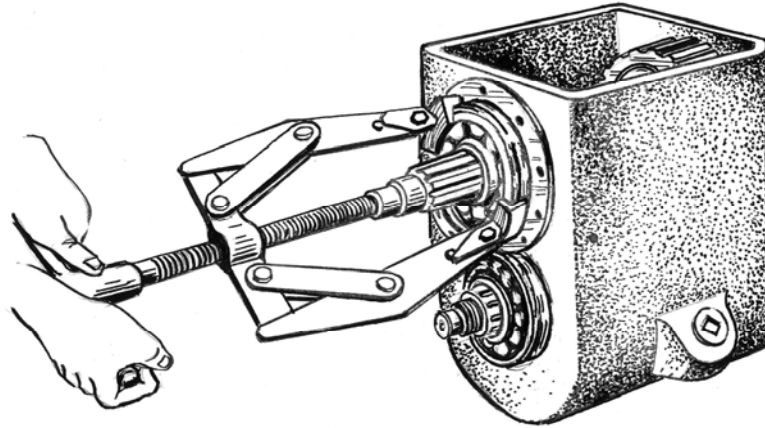

Рис.26. Снятие подшипника первичного вала с помощью съемника
8. Снять с помощью съемника подшипники 21 и 36 (рис.26).